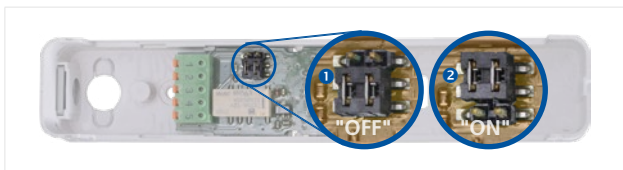

Abb. 9: Jumpereinstellung für Leitungsüberwachung
- Den Jumper auf der Relaisplatine gemäß Abb. 9 umstecken.